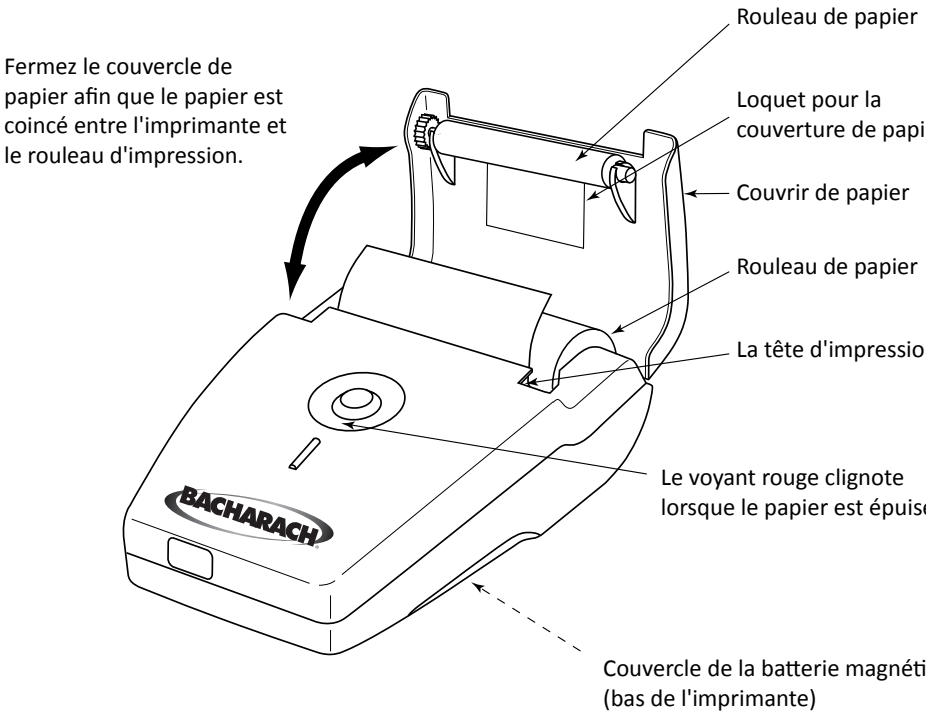

Figure 3. Maintenance
1. Soulever vers le haut le couvercle papier, et l'ouvrir comme indiqué sur la figure 3